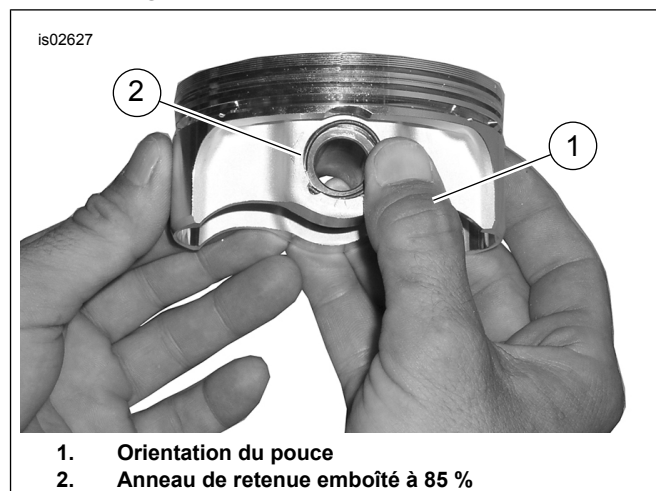

Figure 4. Installer l'anneau de retenue
2. Voir Figure 4. Placer le pouce (1) comme indiqué. Appuyer fermement jusqu'à ce qu'environ 85 % de l'anneau de retenue (2) soit installé dans la gorge.